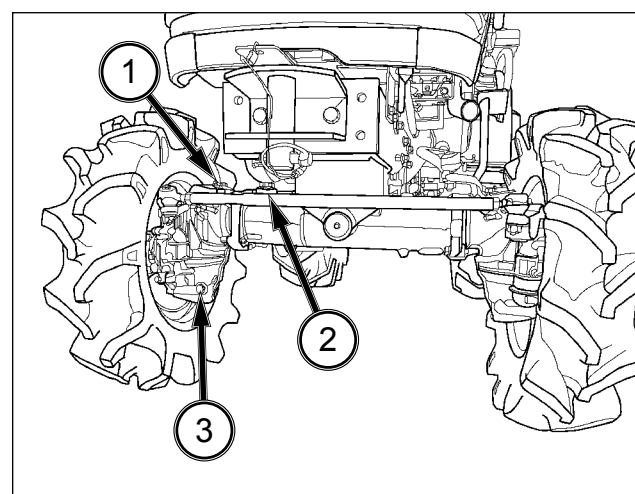

FIG. 97
FIG. 97 : Pour vérifier le niveau d'huile - Garez le tracteur sur un terrain plat et retirez le bouchon de niveau d'huile (1). Le niveau d'huile doit se situer au niveau de l'orifice de ce bouchon ou légèrement en-dessous de celui-ci. Enlevez le bouchon de remplissage (2) et ajoutez de l'huile jusqu'à ce qu'il en sorte par l'orifice du bouchon de niveau d'huile. Remettez le bouchon de niveau et le bouchon de remplissage.